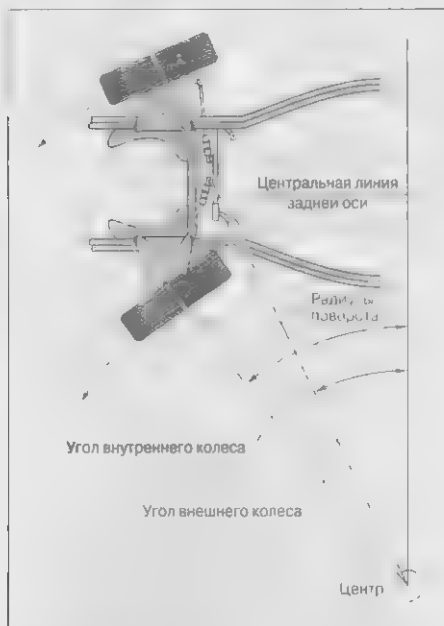

Рис. 19.7 Радиус поворота
- ✓ **Радиус поворота** определяется соотношением двух передних колес. При повороте вправо переднее колесо находится под большим углом к левому. Рулевые рычаги машины становятся в соответствующее положение (рис. 19.7). Скрип колеса — резкое поведение при поворотах свидетельствует о неисправности одного из рулевых рычагов.